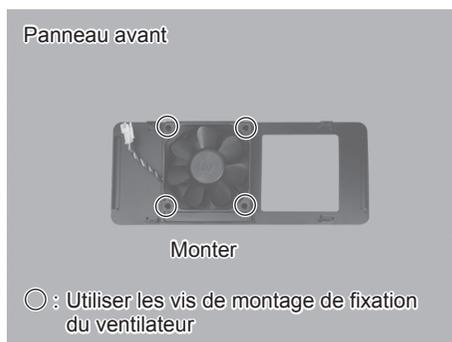

Fig. 44
(10) Montez le VENTILATEUR de remplacement dans le boîtier (panneau avant) en utilisant les vis de montage du VENTILATEUR (4 pcs) (Couple spécifié : 0,5 N·m±0,1) (Fig. 44).